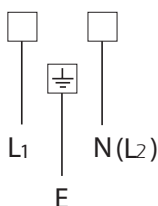

Figura 6
- Connettere il nuovo cavo di alimentazione, di tipo e sezione adatti, alla piastra terminale come indicato dalla figura 6.